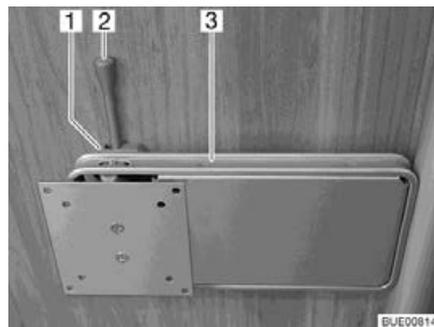

Bild 109 Halterung an Säule
- Den Entriegelungshebel (Bild 109,2) zur Seite drücken und die Halterung (Bild 109,3) mit dem Flachbildschirm in die gewünschte Position drehen.
- Flachbildschirm zurückdrehen, bis die Halterung (Bild 109,3) in die Verriegelung (Bild 109,1) einrastet.